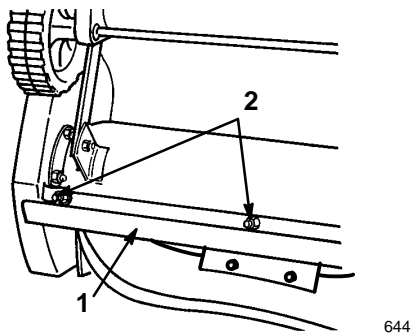

Abbildung 19
4. Drei Schloßschrauben und die Sicherungsmuttern entfernen, mit denen die Schürfleiste befestigt ist (Abb. 19).